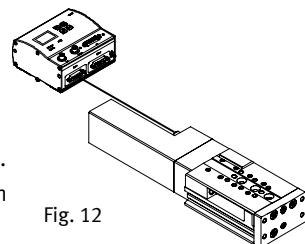

Fig. 12
- Câbler complètement le SLTE-... sur le connecteur **5** avec le contrôleur (voir Fig. 12).